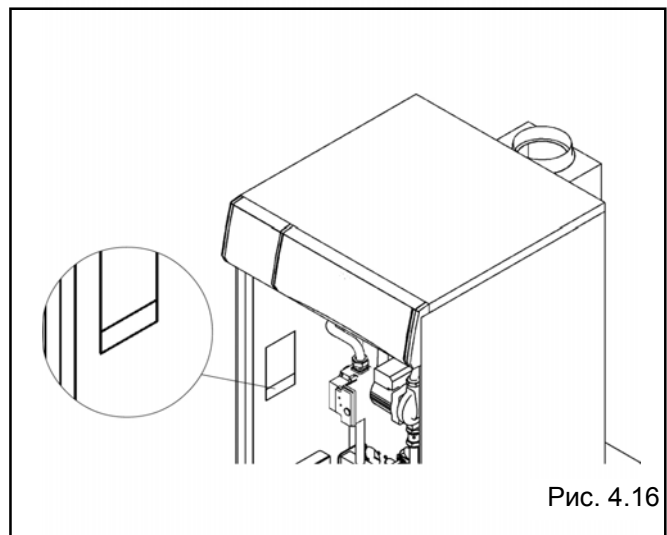

Рис. 4.16
- Прикрепите наклейку GPL, входящую в комплект поставки, на внутреннюю сторону кофуха (рис. 4.16)